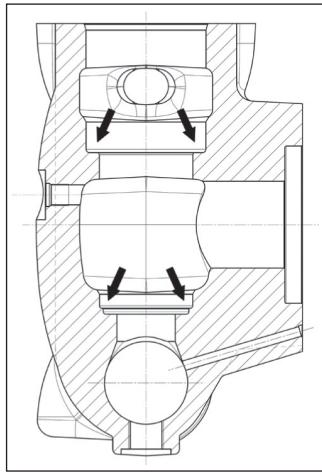

Рис. 98
Перед тем как устанавливать клапанные узлы обратно на место, хорошо очистите и высушите соответствующие гнезда в головке, обозначенные стрелками (поз. ①, Рис. 98).